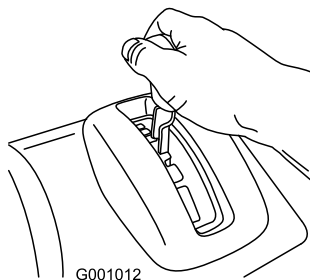

Figura 6
1. Coloque el selector de velocidades en la posición deseada de avance, asegurándose de que se bloquea en la muesca (Figura 6).